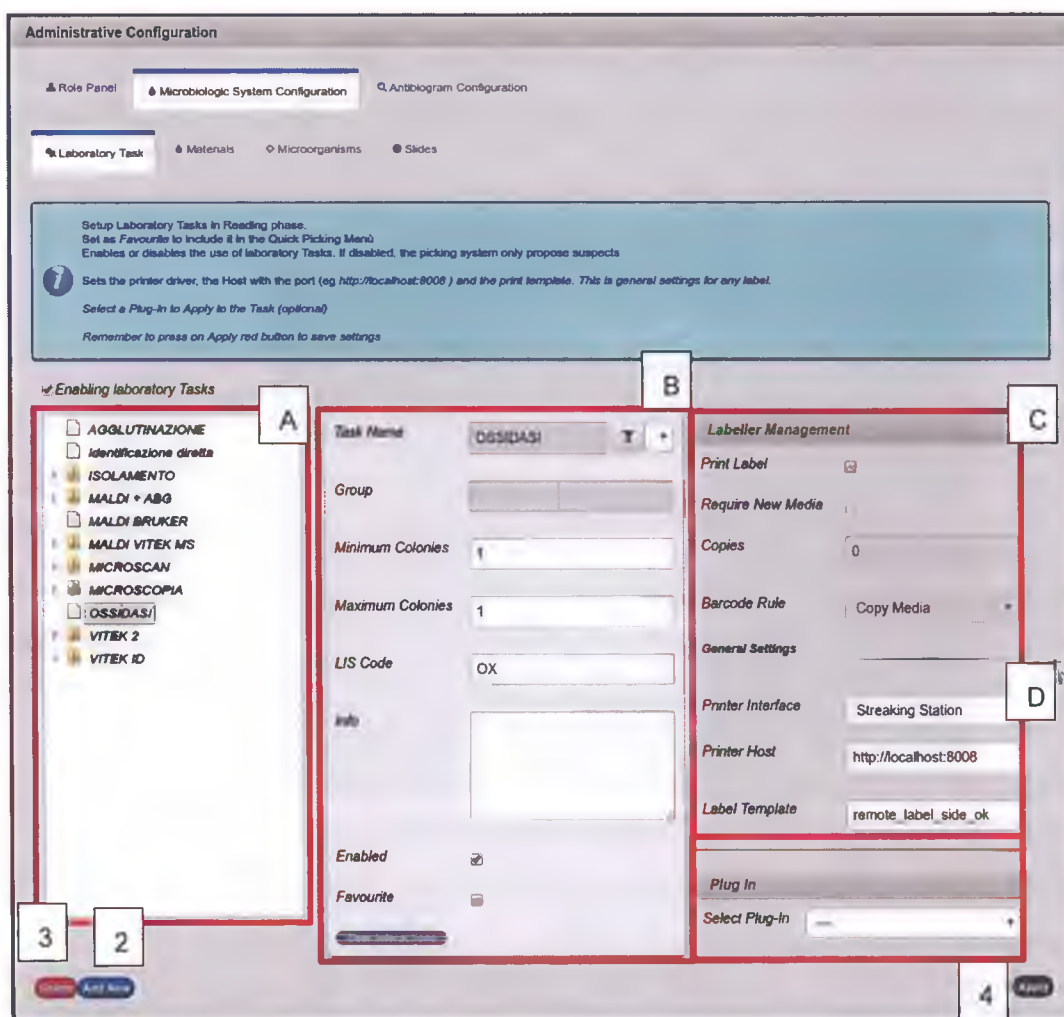

Рисунок 3.8 Меню конфигурации <Laboratory Task>
Вкладка **<Laboratory Task>** позволяет задавать лабораторные задачи (в них предусматриваются все действия по анализу чашек Петри с положительными и сомнительными результатами, например быстрая подготовка, пересев, АСТ и т.д.), которые будут доступны на этапах снятия показаний и выделения культур. Лабораторные задачи можно разделить на группы (А). Их можно создавать (2) и удалять (3). При выборе нужной задачи ее свойства будут отображены в окне (В). Все внесенные изменения будут применены по окончании настройки при нажатии кнопки **[Apply]** (Применить) (4). Также можно настроить печать этикеток (С) и подключить дополнительный программный модуль (D), например, для использования лазерного указателя устройства **C-Tracer** (см. Рисунок 3.8).